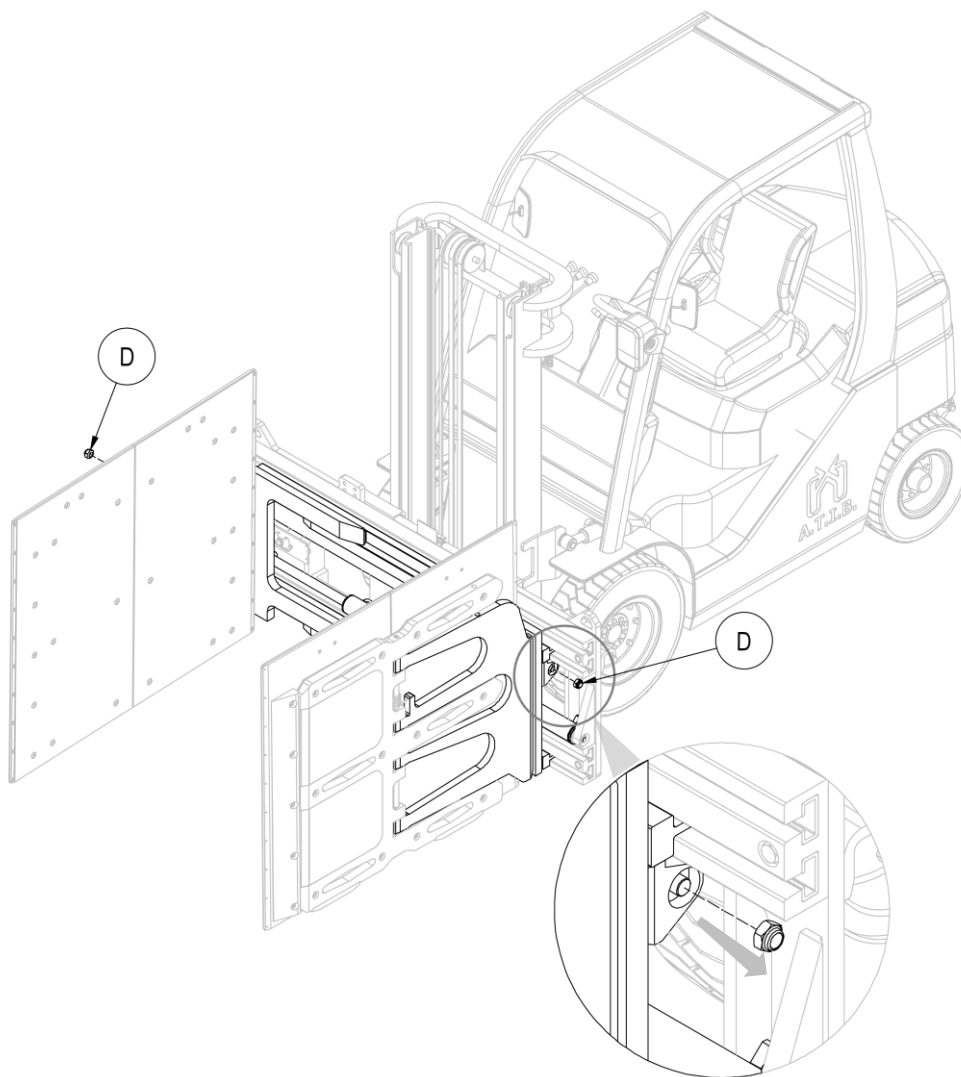

Figura 91
3. Rimuovere i dadi **D** che vincolano i cilindri alle forcelle (vedi *Figura 91*).